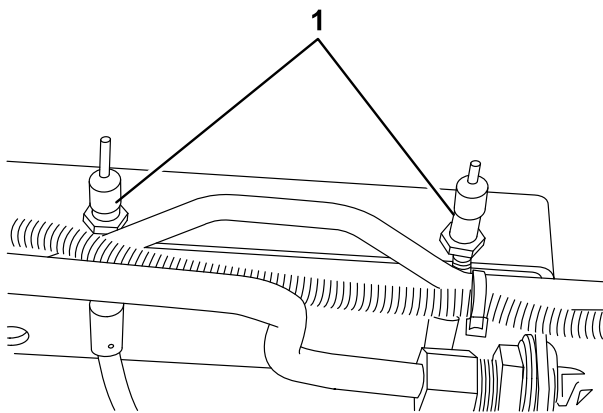

図 75
2. ブレーキの踏みしろの遊びを減らすには、まず、ブレーキケーブル 図 75 の端にある前ナットをゆるめる。後ナットを締めてケーブルを後方に移動させてブレーキペダルの遊びが 12 - 25 mm になるようにする。調整ができれば前ナットを締める。